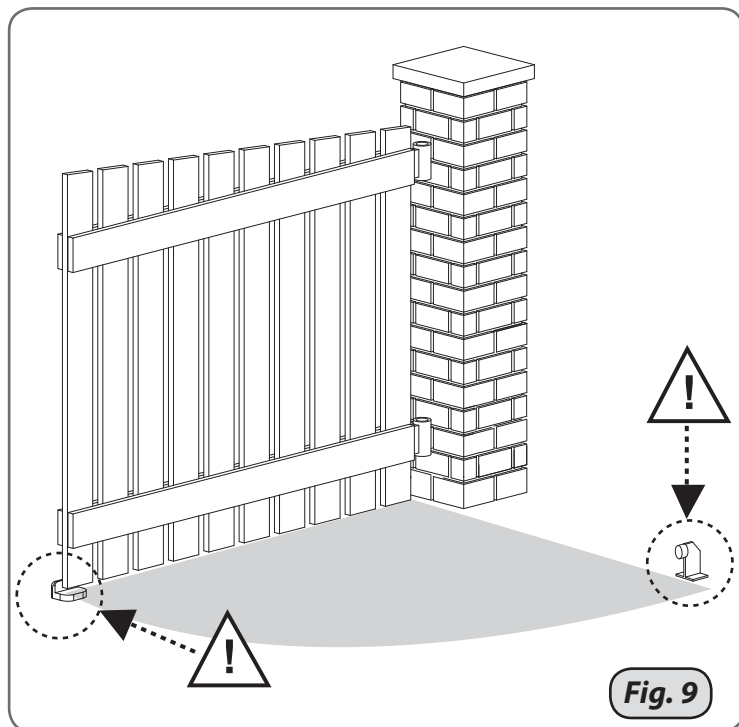

Fig. 9
1) **Battuta a terra:** la ditta costruttrice consiglia di utilizzare sempre le battute di apertura e chiusura a terra (fig.9)
1) **Ground end stop:** the manufacturer recommends always using opening and closing ground end stops (fig.9)
1) **Butée au sol :** l'entreprise de construction conseille de toujours utiliser les butées d'ouverture et de fermeture au sol (fig.9)
1) **Bodenanschlag:** der Hersteller empfiehlt grundsätzlich die Verwendung von Bodenanschlägen (Abb.9)
1) **Tope de tierra:** la empresa fabricante recomienda utilizar siempre topes de apertura y cierre de tierra (fig.9)
1) **Aanslag aan de grond:** de firma raadt u aan om altijd de aanslagen aan de grond voor het openen en sluiten te gebruiken (fig.9)